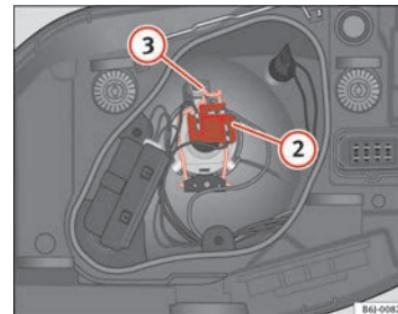

Fig. 144 Luz de cruce/carretera faro simple
- Extraiga el conector \Rightarrow página 236, fig. 144 ② de la lámpara.
- Desenganche el resorte retentor \Rightarrow página 236, fig. 144 ③ presionándolo hacia dentro y a la derecha.